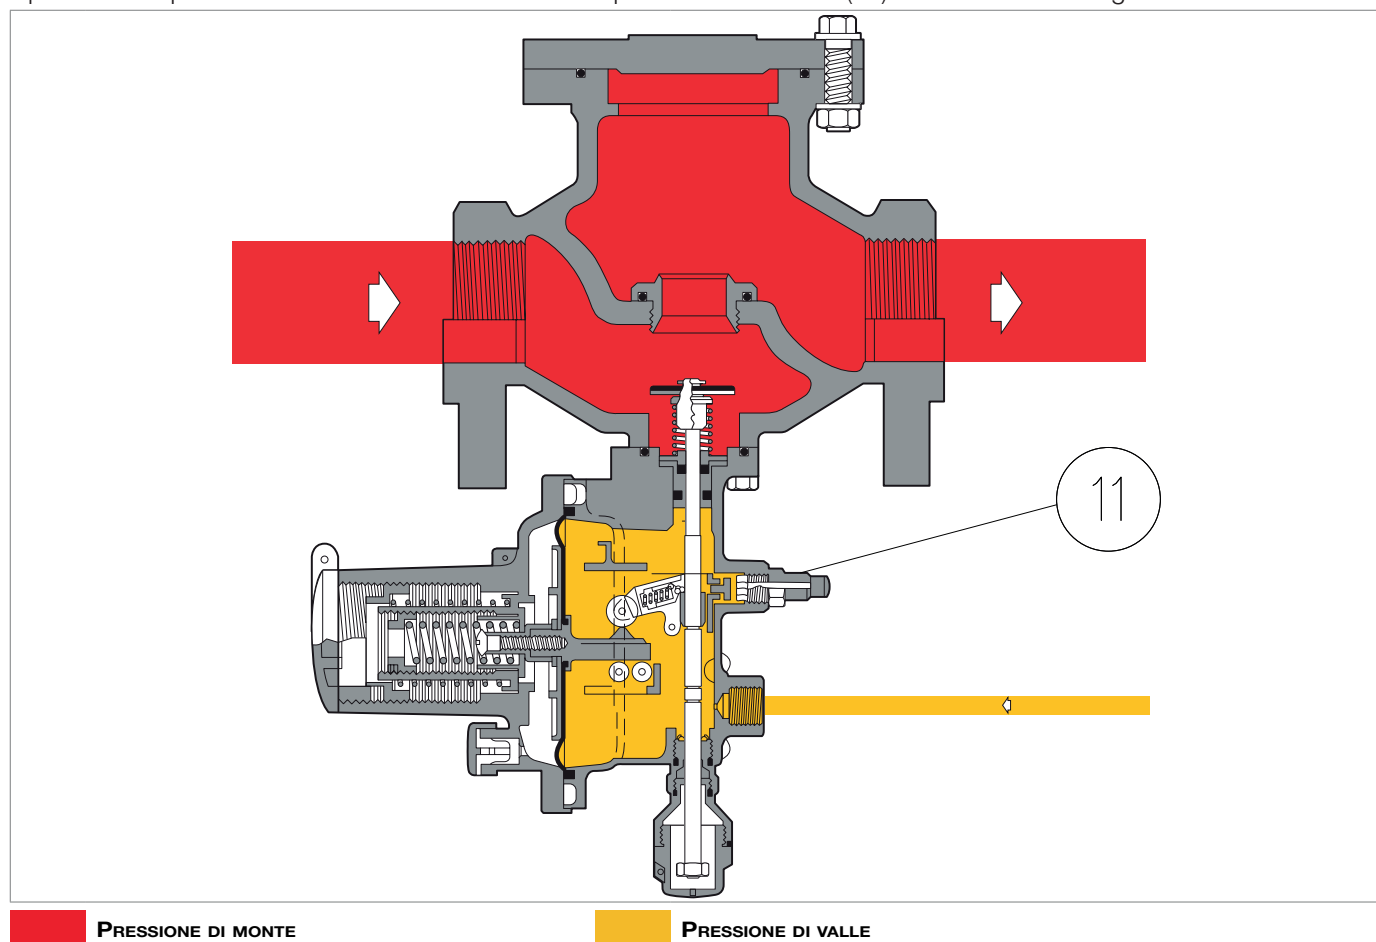

Fig. 4.3. Pulsante di disarmo per DILOCK 108
- tirare il pomello di riarmo (2) verso il basso fino a riagganciare il leverismo
- attendere che la pressione di monte (P_u) passi a valle della pastiglia (1), equilibrandola
- inserire a pressione il pomello di riarmo (2) nella sua sede.
Il pressostato per il modello DILOCK 108 è fornito di pulsante di disarmo (11) come indicato in Fig. 4.3: